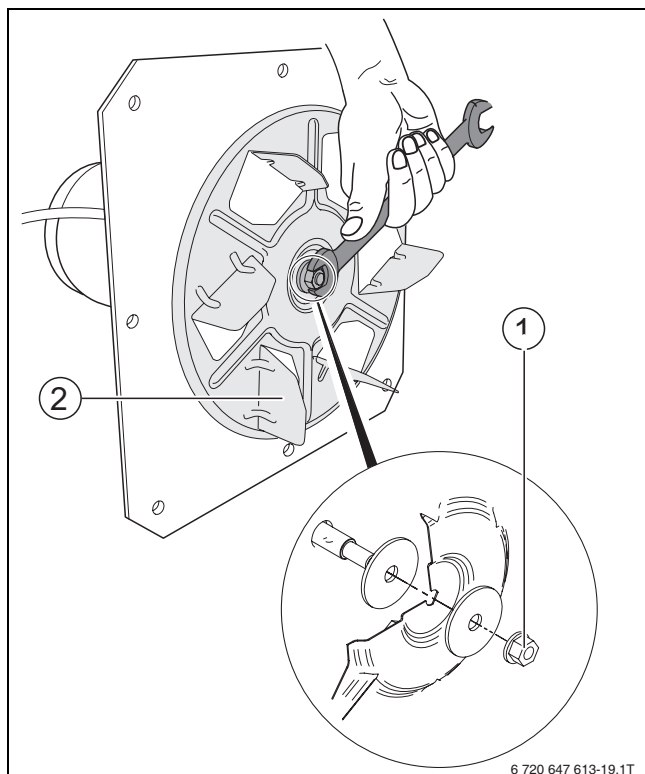

Fig. 31 Verificarea poziției roții cu palete a suflantei
- ▶ Verificați poziția roții cu palete a suflantei (→ Fig. 31, [2] și strângeți eventual piulița centrală (**filet stânga**) (→ Fig. 31, [1]) cu o cheie tip furcă de 10 mm. Pentru a o strânge roțiți piulița centrală spre stânga.